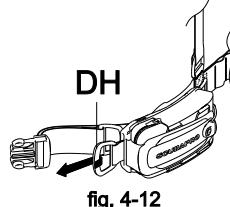

fig. 4-12
6. Pour retirer la poche de lest en cas d'urgence ou simplement la déposer sur le bateau à la fin de la plongée, tirez fermement sur la poignée en D (DH) (fig. 4-12). Cela permettra de défaire les dents de verrouillage et de faire glisser la poche de lest hors du rail à cliquet.